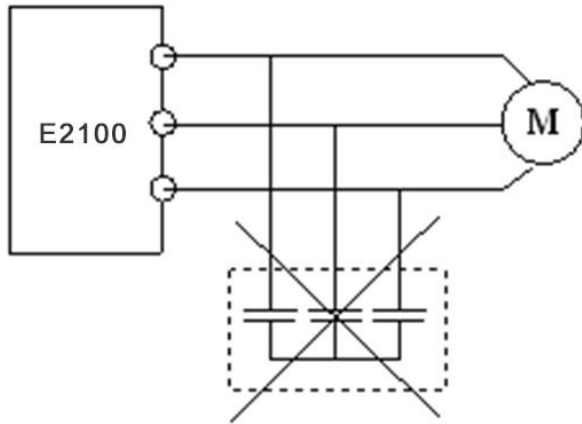

图 1-4 变频器输出端禁止使用电容器
- ◇ 由于变频器输出是 PWM 波，输出侧如安装有改善功率因数的电容或防雷用压敏电阻等，都会造成变频器故障跳闸或器件的损坏，务必请拆除。如图 1-4 所示。